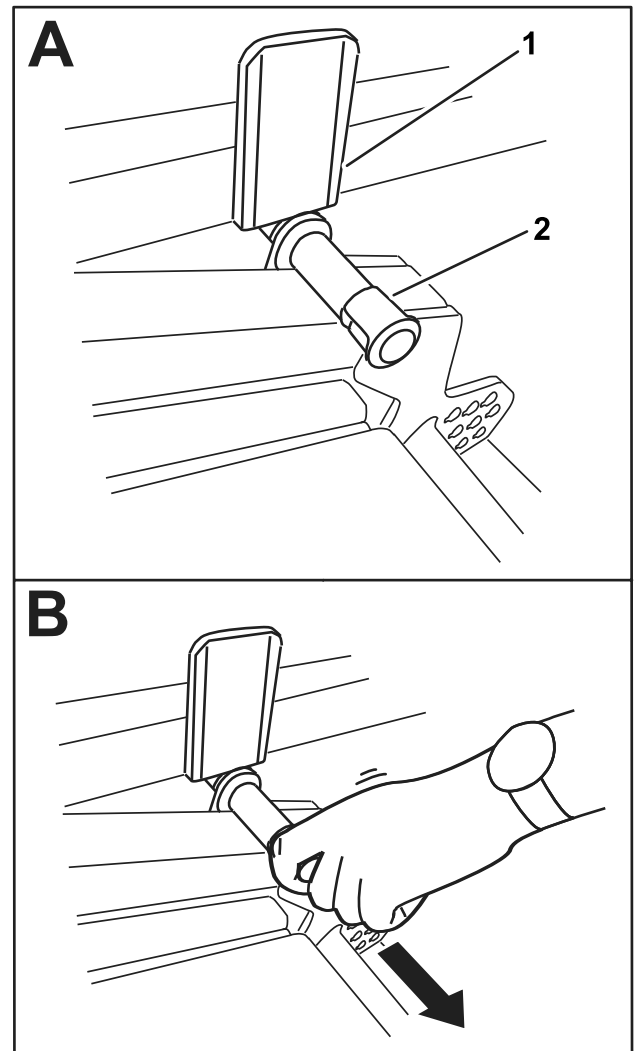

Figure 39
2. Faites pivoter l'unité de coupe lentement vers le bas jusqu'à ce que la goupille touche la plaque du bras de levage (A de la Figure 39).
3. Appuyez sur l'unité de coupe avec le pied et et tirez sur la goupille (B de la Figure 39) pour permettre à l'unité de coupe de se stabiliser à la position TRANSPORT.